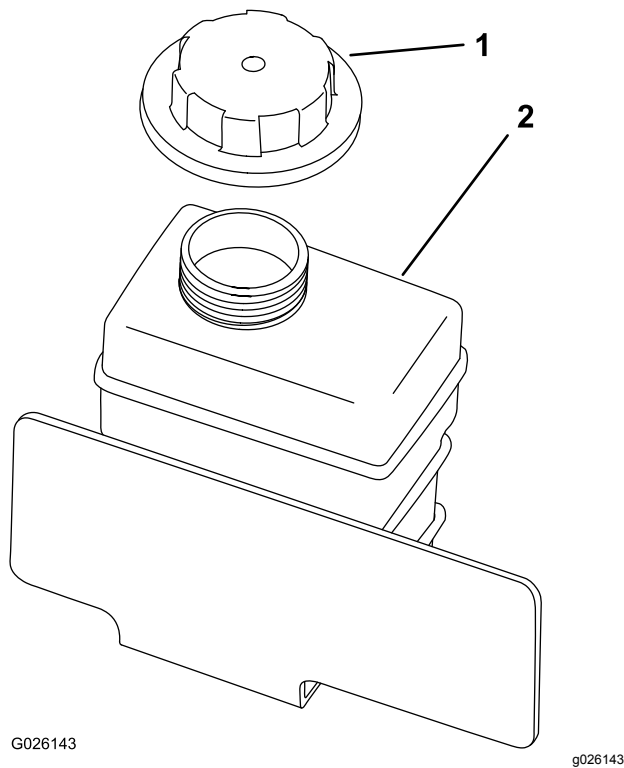

Bild 49
4. Prüfen Sie den Kühlmittelstand im Überlaufgefäß (Bild 49).